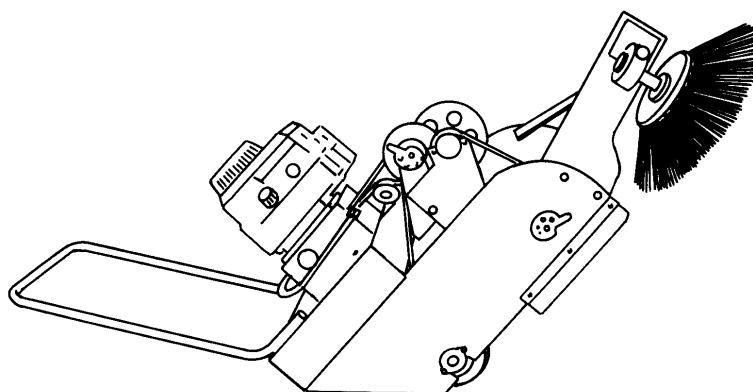

fig.14
3. Incline la máquina como se muestra en la fig.14.